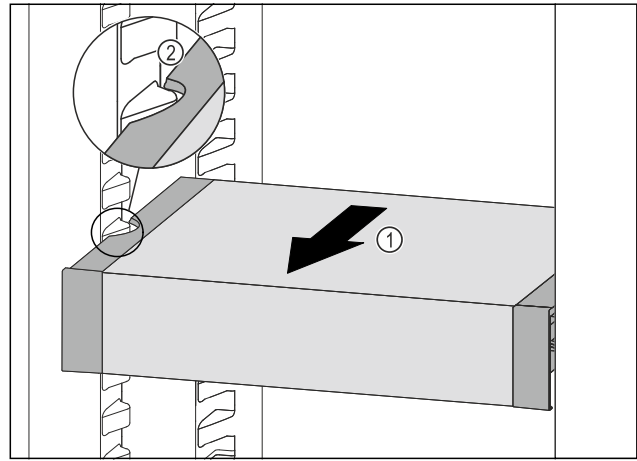

Fig. 127
- ▶ VarioSafe nach vorne ziehen Fig. 127 (1), bis sich die seitlichen Aussparungen des VarioSafes auf Höhe der Behälterrippe im Kühlteil befinden. Fig. 127 (2)